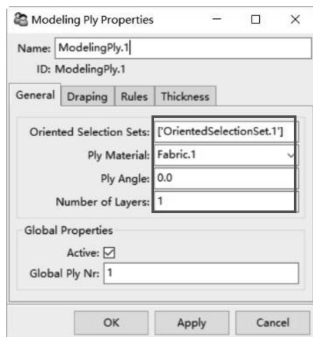

图 7-33 创建 0°铺层角
(1) 右键单击【Modeling Groups】, 从弹出的快捷菜单中选择【Create Modeling Groups...】, 弹出创建铺层组属性对话框, 默认铺层组命名, 单击【OK】关闭对话框。
(2) 右键单击【Modeling Groups. 1】, 从弹出的快捷菜单中选择【Create Ply...】, 弹出创建铺层属性对话框, 如图 7-33 所示, 【Oriented Selection Sets】= Oriented Selection Sets. 1, 【Ply Material】= Fabric. 1, 【Ply Angle】= 0, 【Number of Layers】= 1, 其他默认, 单击【OK】关闭对话框。